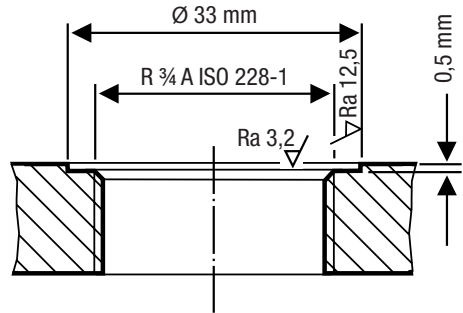
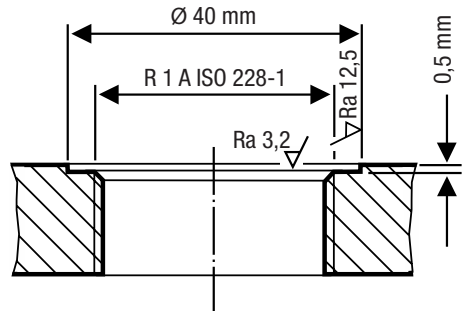

Fig. 14
Fig. 15
- Prestar atenção à maquinação técnica correta das superfícies de vedação da respetiva tubuladura roscada do reservatório ou tampa flangeada, ver Fig. 14 e Fig. 15.
As superfícies de vedação devem ser maquinadas de acordo com a Fig. 14 e Fig. 15 de forma tecnicamente perfeita.